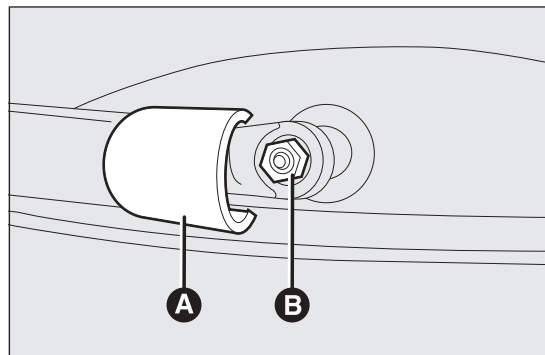

fig. 141
- ☐ levantar el revestimiento A fig. 141 y desmontar el brazo del vehículo, aflojando la tuerca B fig. 141 que lo fija al perno de rotación;